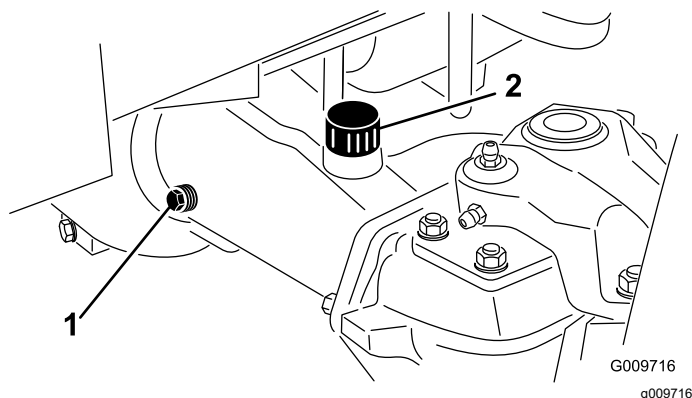

图 66
2. 从轴的 1 端取出检查塞确保润滑油向上直至孔的底部图 66。